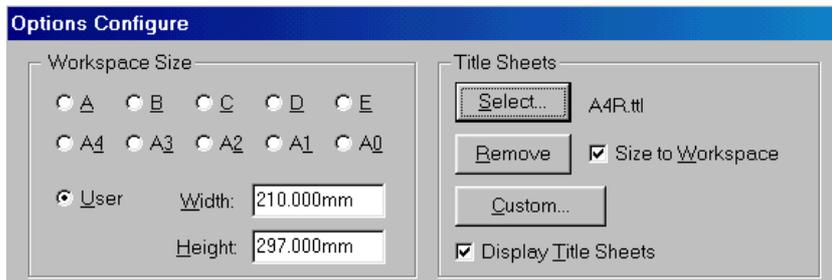

Рис. 4-15. Выбор форматки
2) Установите в меню конфигурации (команда **Option/Configure**) размеры рабочей зоны (Workspace Size) равными Width – 210 мм, Height – 297 мм, как показано на рис. 4-15.